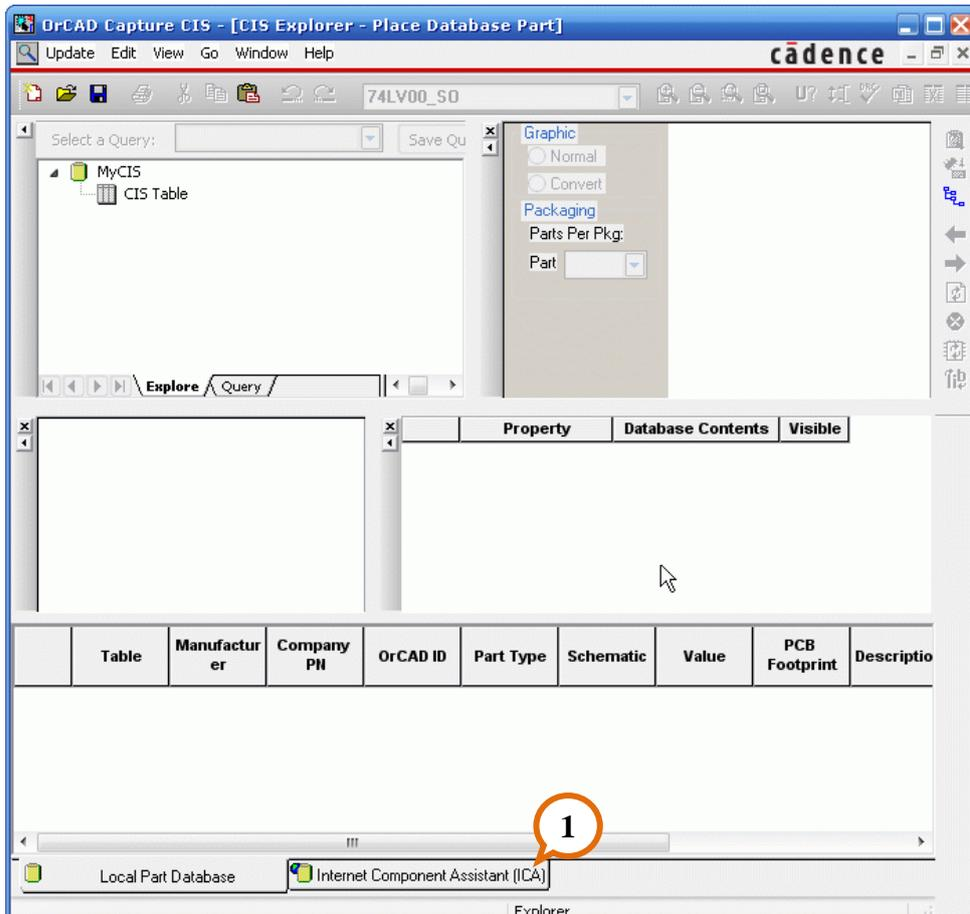
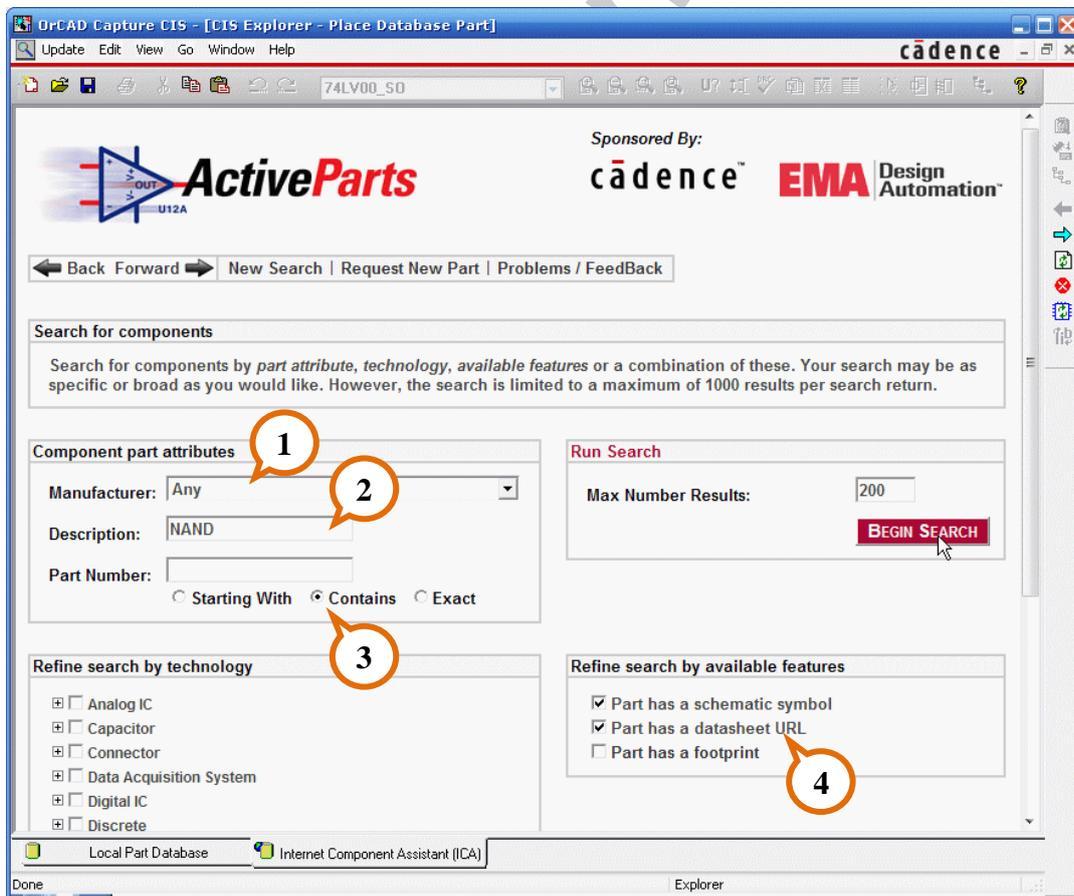

рис. 11-35
рис. 11-36
Выберем последний способ. Откройте свой «экспериментальный» дизайн и выполните: «Place → Database Part». CIS Explorer показывает весьма унылую картину: база пуста (рис. 11-35), и выбирать не из чего.
Перейдите во вкладку **Internet Component Assistant** (рис. 11-35, ①) и дождитесь загрузки страницы **Active Parts** (рис. 11-36).